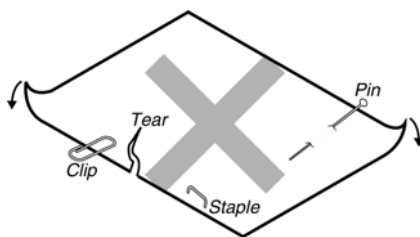

图 B-5
- 装进的纸一定不能有折叠、撕裂或带有订书钉、回形针、大头钉等任何杂物（如图 B-5 所示）。如果装入的纸张带有其它杂物，则极可能会严重损坏打印机。